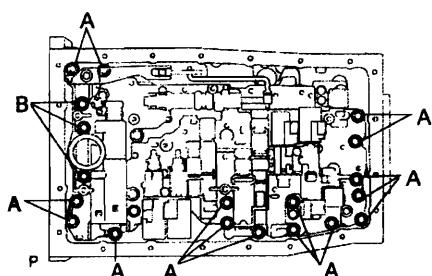

图 12-1-97
- ②如图 12-1-97 所示, 安装 19 个螺栓, 拧紧力矩为 $11\text{N}\cdot\text{m}$ 。螺栓 A 的长度为 25mm, 螺栓 B 的长度为 36mm。
(46) 安装变速器电缆。
①将新 O 形圈安装到变速器电缆上, 安装变速器线束。安装螺栓, 拧紧力矩为 $5.4\text{N}\cdot\text{m}$ 。连接电磁线圈连接器。